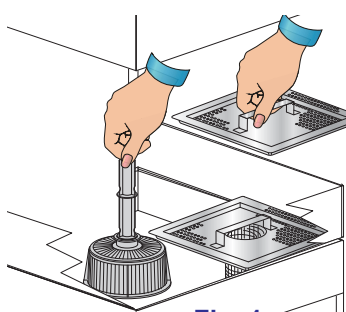

Fig. 1
- Controllare che il filtro aspirazione pompa sia ben alloggiato nella propria sede sul fondo della vasca (vedi fig. 1). Il filtro deve essere pulito ogni 20 cicli di lavaggio e ogniqualvolta si renda necessario. **È vietato il funzionamento della macchina senza filtro.**
- Inserire il tubo di troppopieno nell'apposita sede all'interno del filtro aspirazione pompa (vedi fig. 1).
- Inserire, se presenti, i filtri di superficie (vedi fig. 1).